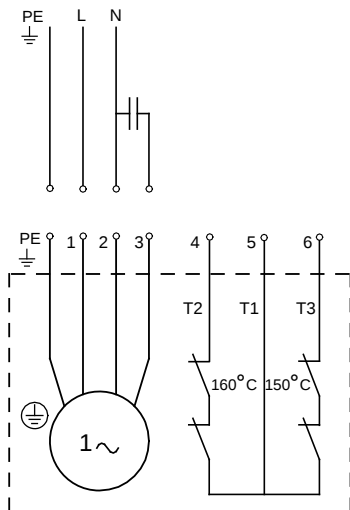

Abb. 2 Schaltplan für Einphasenpumpen
Siehe für weitere Informationen Abb. 2 oder 3 sowie die Montage- und Betriebsanleitung der entsprechenden Steuerung.
Falls die Drehrichtung falsch ist, vertauschen Sie zwei der Phasen im Stromkabel. Siehe Abb. 2 oder 3.
4. Falls die Drehrichtung falsch ist, vertauschen Sie zwei der Phasen im Stromkabel. Siehe Abb. 2 oder 3.